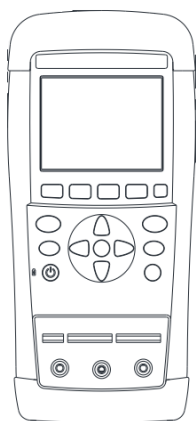

Рис. 6.1
1. Использовать откидную подставку для удобства считывания результатов измерения, установив ее на определенный угол на задней панели (рис. 6.1- 6.2).